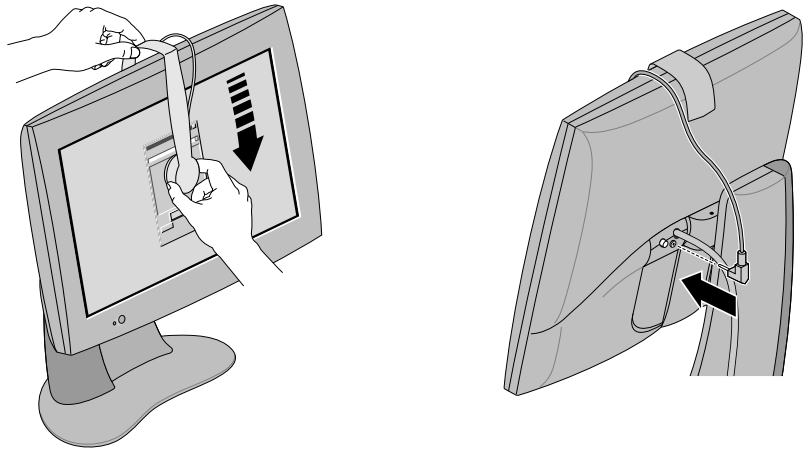

Figure 1-7 Alignement et connexion du détecteur
2. Accrochez le détecteur sur le bord supérieur de l'écran, comme le montre la figure 1-7. Veillez à ne pas rayer l'écran plat.